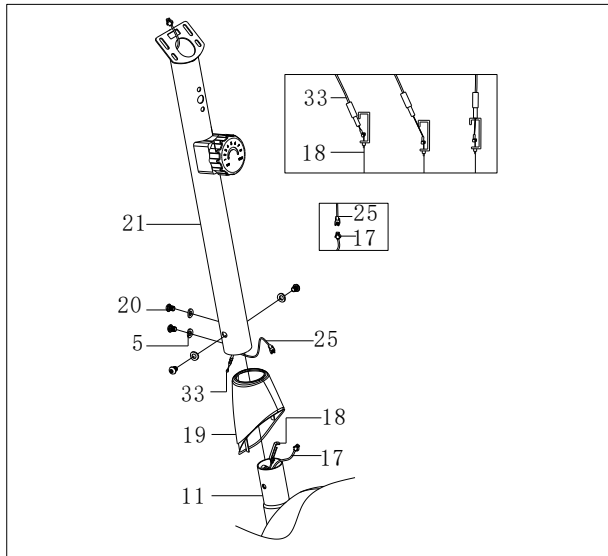

Abb. 3:
**Schließen Sie das Sensorkabel (17) an das Verbindungskabel (25) an.
Schließen Sie das Widerstandskabel (18) an den Drehknopf zur Widerstandsverstellung (33) an, wie auf der Abbildung 3 gezeigt wird.**